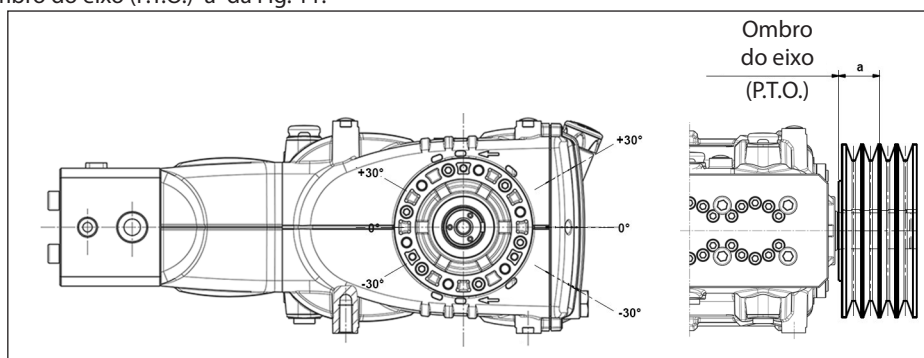

Fig. 11
A carga radial sobre o eixo não deve ser superior a 4500 N (valor necessário para a definição do layout). A transmissão é considerada adequada, se tal carga é aplicada a uma distância máxima de **a=50 mm** do ombro do eixo (P.T.O) conforme indicado na Fig. 11.
- b) Use correias de alto rendimento - por exemplo **XPB** ao invés de **SPB** - pois resultará necessário uma quantidade inferior de correias com a mesma potência transmitida e uma consequente distância inferior do resultante em relação ao ombro do eixo (P.T.O.) "a" da Fig. 11.
- e) Siga a direção da tensão da correia, conforme indicado na Fig. 11 para exigências diferentes, contate o **Departamento Técnico** ou o **Serviço de Assistência Técnica**.